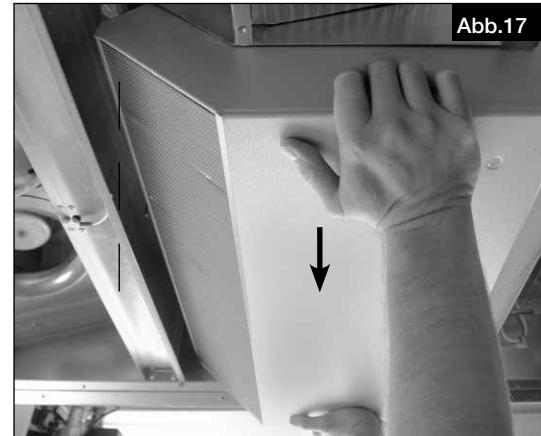

Abb.17
6. Kreuzgegenstrom-Wärmetauscher vorsichtig aus dem Gerät ziehen (Abb.17)